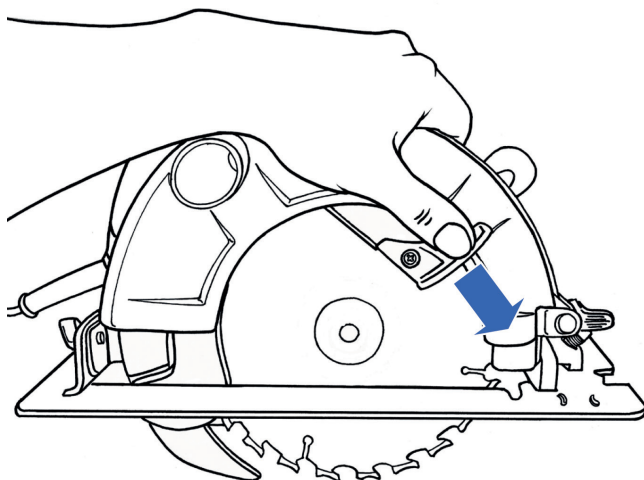

Рис. 4
- Отведите сдвижной защитный кожух диска назад до упора (рис. 4)